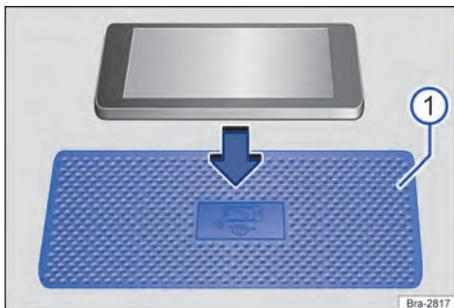

Fig. 144 Ilustração esquemática: porta-objetos com esteira para a função de carga sem fio.
Conforme o veículo, a superfície atrás do banco traseiro com tapete de revestimento para a função de carregamento sem fio → Fig. 144 ① está localizada no console central ou na área entre os bancos dianteiros num porta-objetos.
Em alguns veículos, o tapete de revestimento possui um símbolo de telefone que indica a posição central da função de carregamento sem fio → Fig. 144 ①.